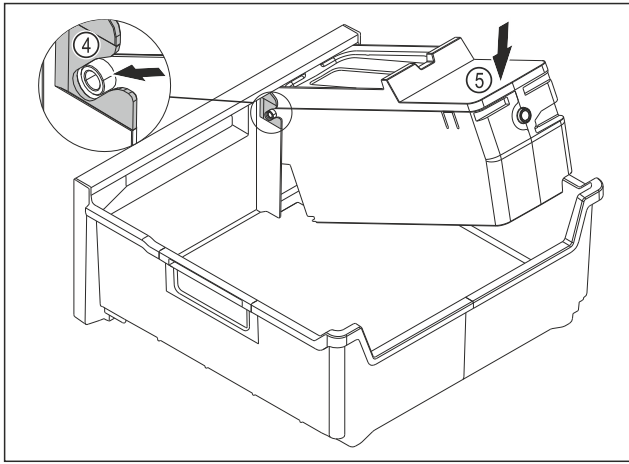

Fig. 82
- ▶ Встановіть корпус EasyTwist-Ice: Вставте осі корпусу EasyTwist-Ice в напрямні Fig. 82 (4).
- ▶ Натисніть на корпус EasyTwist-Ice Fig. 82 (5) ззаду вниз.